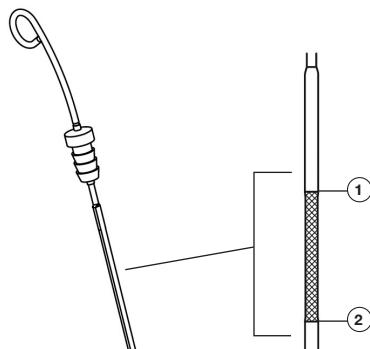

Рис. 24 Проверка уровня масла
- Установите масляный щуп на место, затем аккуратно извлеките и осмотрите его. Уровень масла должен соответствовать верхней отметке на щупе (Рис. 24).
- Аккуратно извлеките щуп и осмотрите его. Уровень масла должен соответствовать верхней отметке на щупе. При недостаточном уровне масла в картере необходимо долить чистое масло до верхней отметки на щупе (Рис. 24).